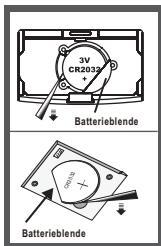

Bild 1
Umstand 1: Die Batteriefachabdeckung an der Rückseite der Waage öffnen, wenn das Batteriefach dem in Bild 1 angezeigten Typ entspricht,
- A. Nach der in Bild 1 gezeigte Methode die gebrauchte Batterie mit Hilfe eines Eckzahns herausnehmen.